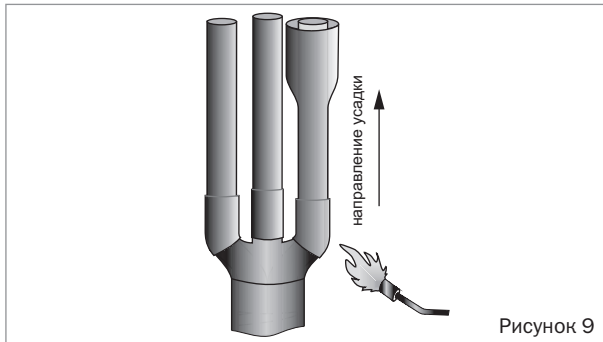

Рисунок 9
- На жилы кабеля надеть вторые термоусаживаемые трубки (красного цвета), наложив концы трубок, на внутренней поверхности которых нанесён клей, на пальцы перчатки до упора в основание перчатки, и усадить, начиная с основания пальцев. После усадки по торцам трубок, надетых на пальцы перчаток, должен быть виден выступивший клей-расплав (рисунок 9).